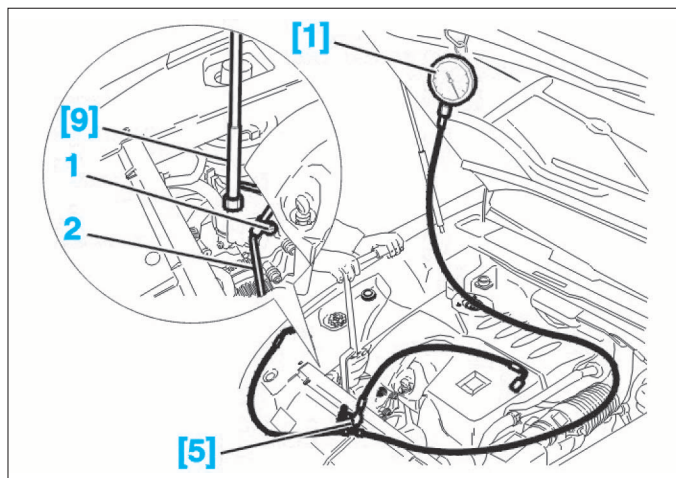
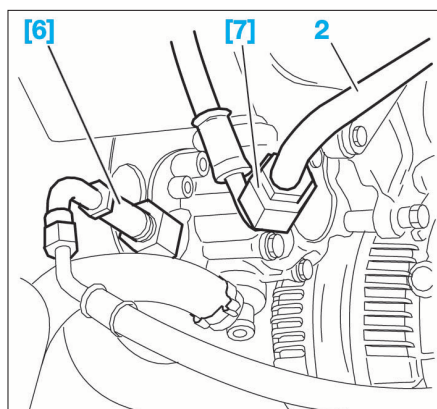

FIG. 21
FIG. 22
- Déposer la vis (1) (Fig.21).
- Dévisser le tuyau haute pression (2) à l'aide de l'outil [9].
- Écarter le tuyau haute pression (2).
- Visser le raccorder [6] sur la pompe (Fig.22).
- Visser le raccorder [7] sur le tuyau (2).
- Fermer le robinet [5] (Fig.21) pendant 7 secondes.